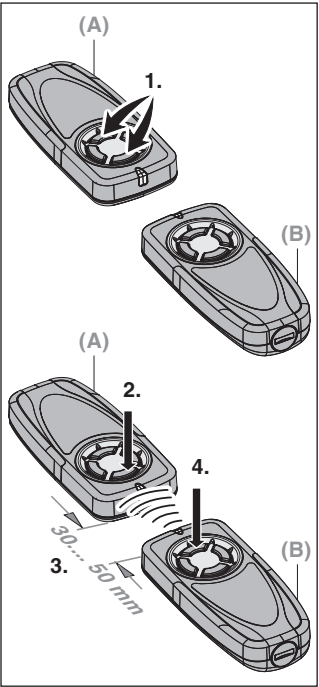

Fig. 3
- Trykk tasten (2) på håndsenderen. Funksjonen forbundet med tasten (f.eks. port opp/ ned) blir utført.
4.3 Kopier en tastfunksjon (fig. 3)
- Paina käsilähettimen painiketta (2). Painikkeeseen liitetty toiminto (esim. ovi auki/kiinni) suoritetaan.
4.3 Painiketoiminnon kopiointinen (fig. 3)